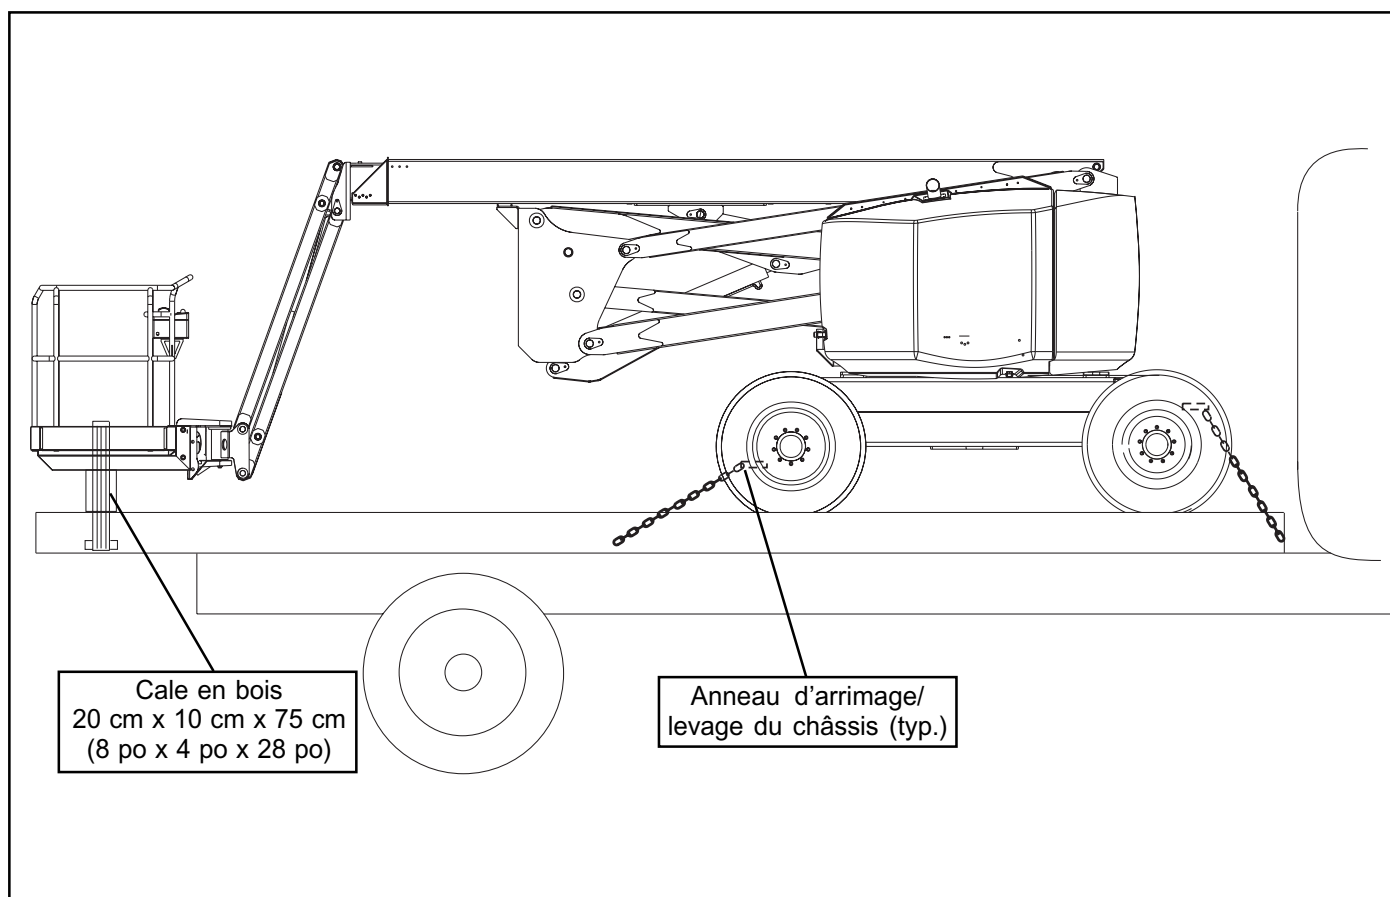

Figure 7 : Arrimage de la machine pour le transport
6. Arrimer la machine sur le véhicule transporteur à l'aide de chaînes ou de sangles d'une capacité suffisante (voir les spécifications de la page de couverture arrière) accrochées aux anneaux de levage du châssis (voir la figure 7).
7. Placer une cale en bois (20 cm x 10 cm x 75 cm [8 po x 4 po x 28 po]) sous les barres de support de la plate-forme comme illustré à la figure 7.
8. Passer une sangle à tendeur à cliquet sous la grille de planche, par-dessus les barres de support (voir la figure 7). Serrez fermement, mais pas trop.